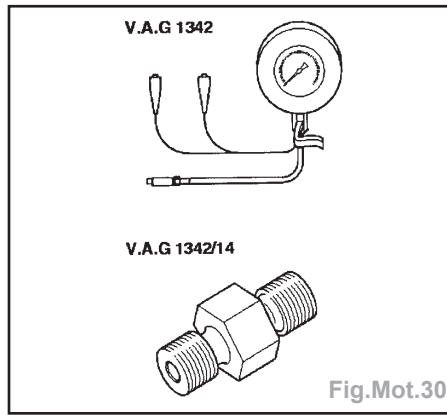

Fig.Mot.30
- Outils nécessaires (Fig.Mot.30) :